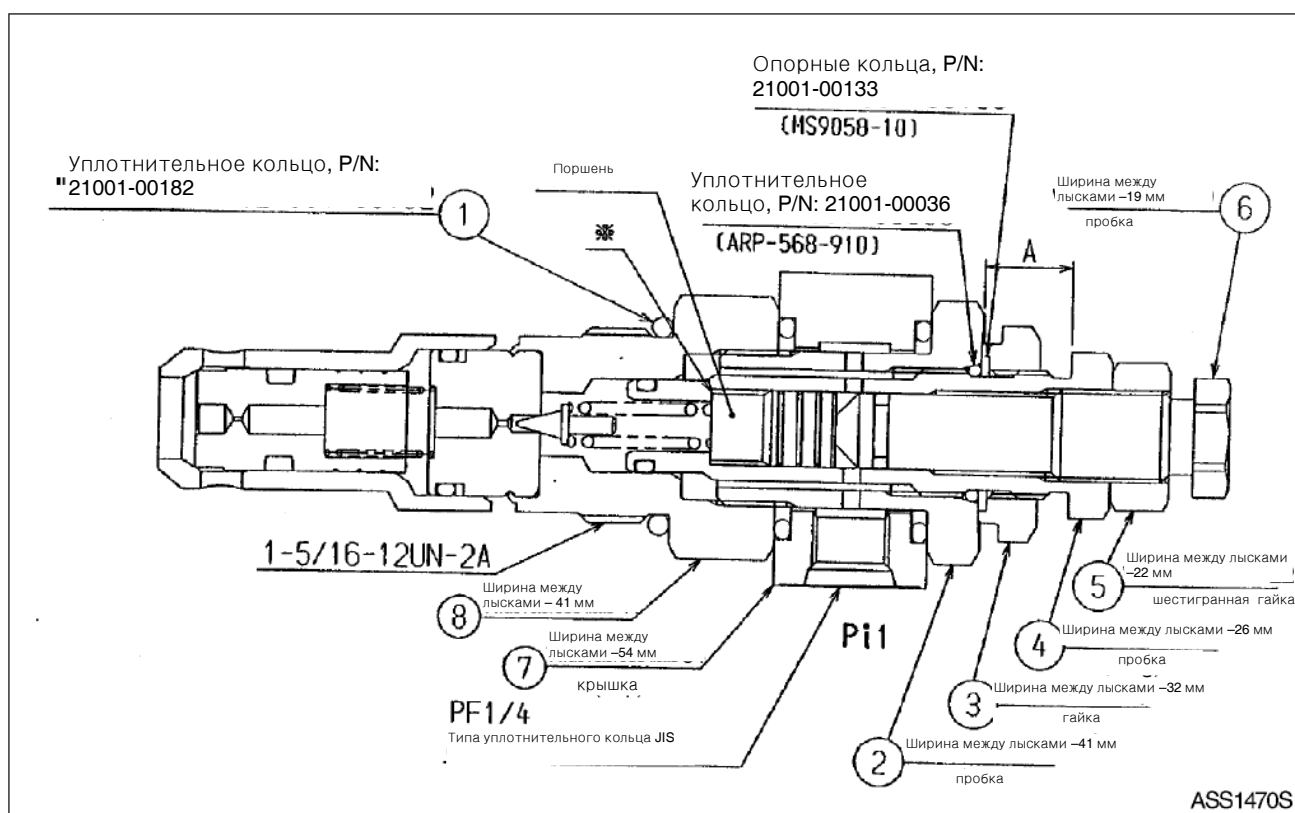

Рис. 56. (С/Н 1001 - 1050) (S470LC-V)
Проверьте, нет ли вокруг резьбы пробок (2 и 4, рис. 56) и гайки (3) грязи и кусочков краски. Выполните повторную сборку с новыми уплотнительными кольцами. Очистите посадочное место предохранительного клапана и установите его. Затяните крышку (8, ширина между лысками – 41 мм). Крутящий момент: 9,48 – 11,01 кг•м.